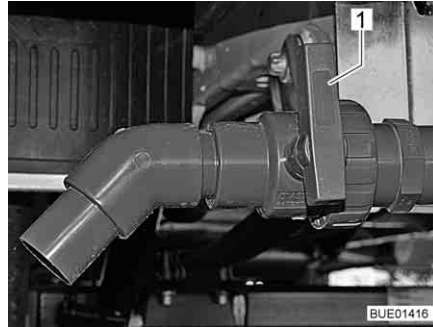

Bild 199 Ablasshahn (außen)
- Den Griff (Bild 198,1 bzw. Bild 199,1) des Ablasshahns in Fließrichtung drehen. Das Abwasser wird so über einen Kugelhahn abgelassen.